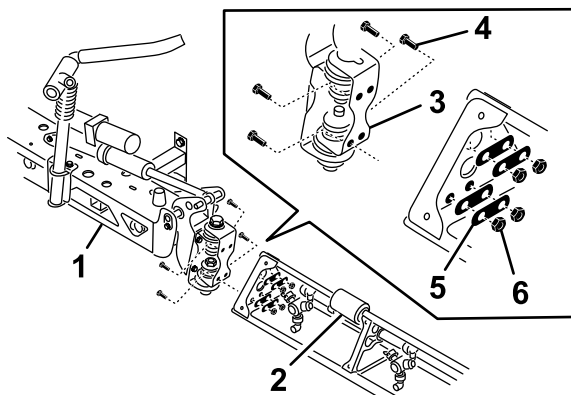

Рисунок 22
7. Установите удлинитель стрелы на среднюю стрелу, подсоединив его к пластине шарнира с помощью 4 болтов, 4 шайб и 4 гаек, снятых при выполнении пункта 6, как показано на Рисунок 22.